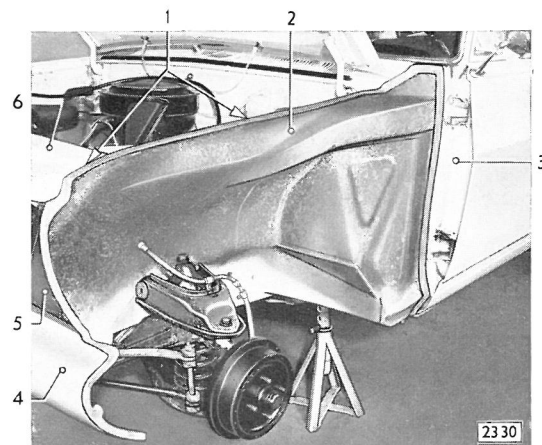

Bild 85 - Dichtungstreifen L 007 586 auf Anlageflächen für Kotflügel aufgelegt
2. Dichtungstreifen L 007 586 auf alle für den Kotflügel vorgesehenen Anlageflächen auflegen, gleichmäßig andrücken und Papierfolie abziehen (Bild 85).